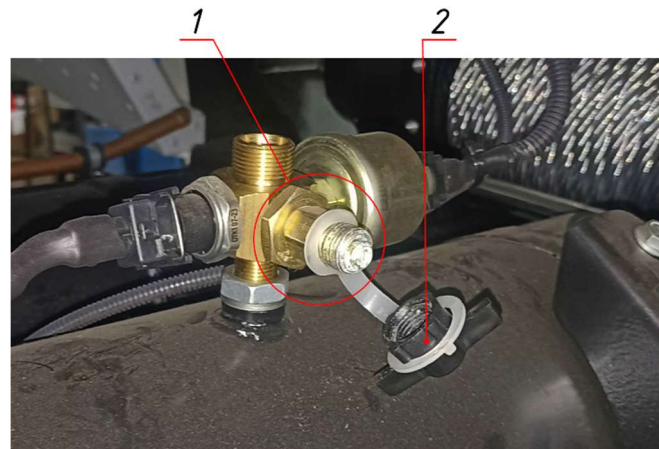

Рис. 11.43 Клапан контрольного вывода
- открутить колпачок **2** клапана контрольного вывода (рис. 11.43) на одном из ресиверов системы рабочих тормозов и подключить манометр к клапану **1**;
Регулировка диапазона давления осуществляется регулировочным винтом **6** (рис. 11.43) - закручиванием его (для увеличения диапазона давления) или выкручиванием (для уменьшения диапазона давления).